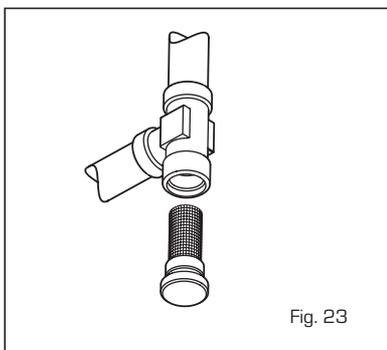

Fig. 23
4.5.2 Limpeza "Aqua Guard Filter System" (fig. 23)
4.5.3 Função de secagem da betonilha (fig. 23/a)